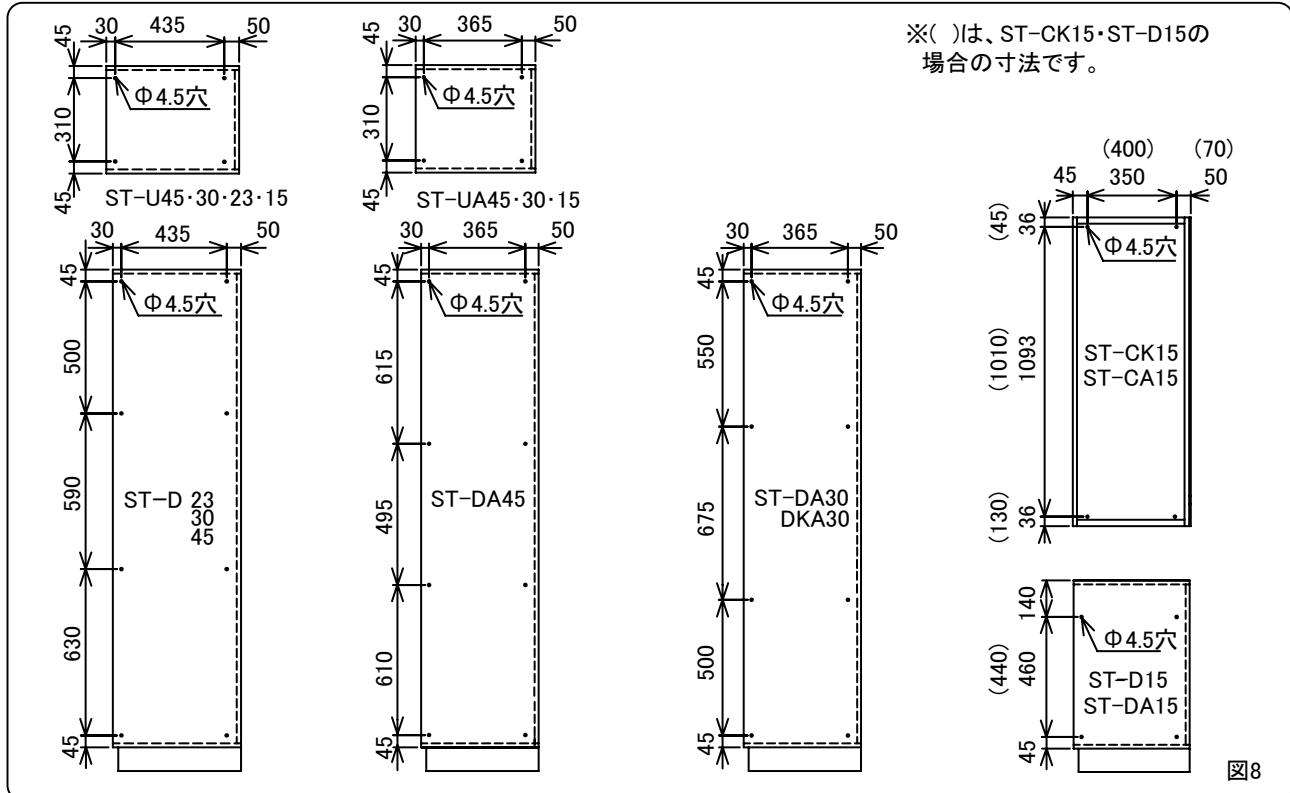

図8
②キャビネットに固定用の下穴(Φ4.5穴)を加工してください。(図8)